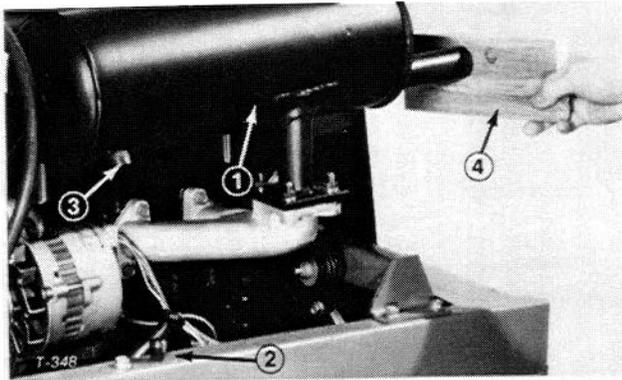

Bild 36
2. Den Rohrstöpsel an der Unterseite des Schalldämpfers aus der Reinigungsöffnung entfernen (Bild 36).
3. Den Motor anlassen, das normale Auspuffrohr mit einem Holzklötz oder einer Stahlplatte verstopfen, so daß der Ausstoß aus der Reinigungsöffnung erfolgt (Bild 36). Die Blockierung solange fortsetzen, bis keine Kohlenstoffrückstände mehr austreten.